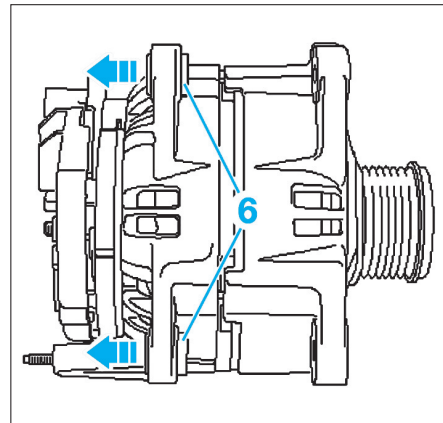

FIG. 13
- Expulser les douilles filetés d'environ 4 mm dans le sens des flèches hors de la carcasse d'alternateur (Fig.13).